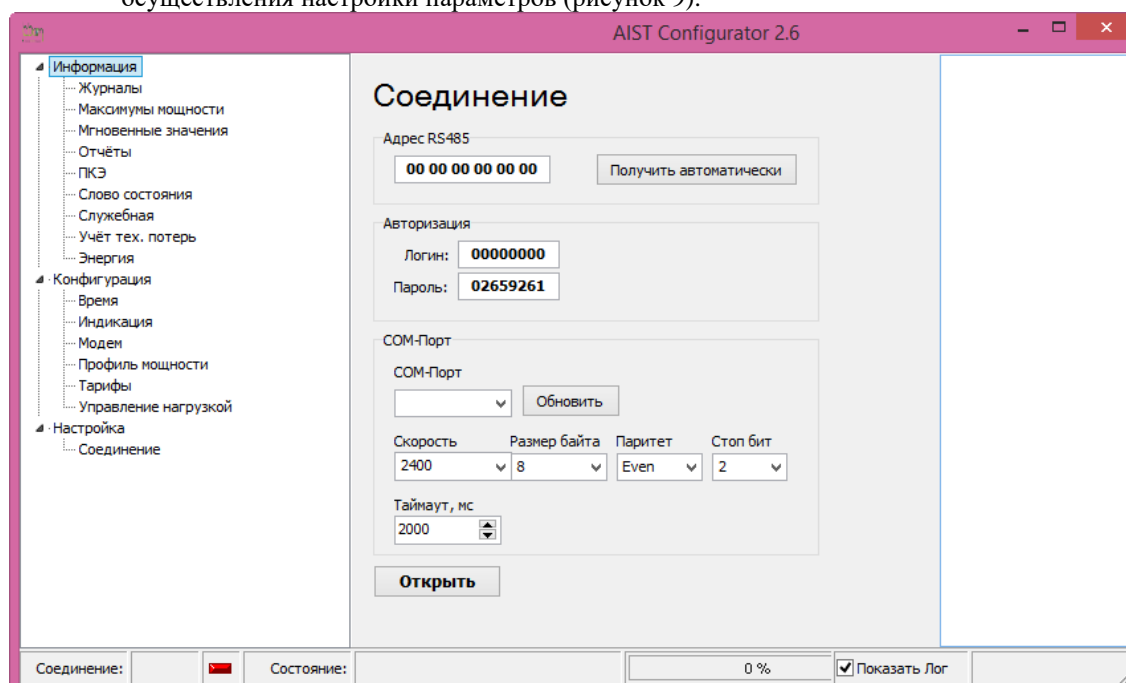

Рисунок 9 – Главная форма программы «Конфигуратор счетчика АИСТ». Раздел «Настройка»→«Соединение»
- Далее на экране должна появиться главная форма программы, содержащая меню для осуществления настройки параметров (рисунок 9).